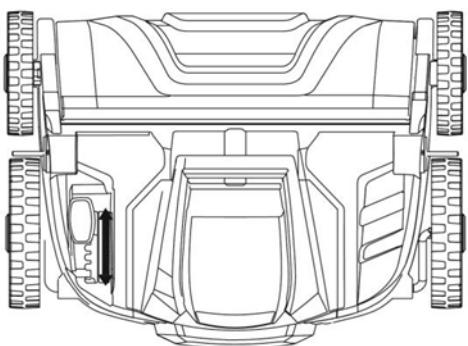

Abb.6.1
Remplacement du rouleau (Fig. 6.1 - 6.5)
- Placez l'appareil côté moteur dans un endroit sec et desserrez l'écrou à oreilles en le tournant dans le sens inverse des aiguilles d'une montre pour ouvrir le loquet (Fig. 6.1 - 6.2).